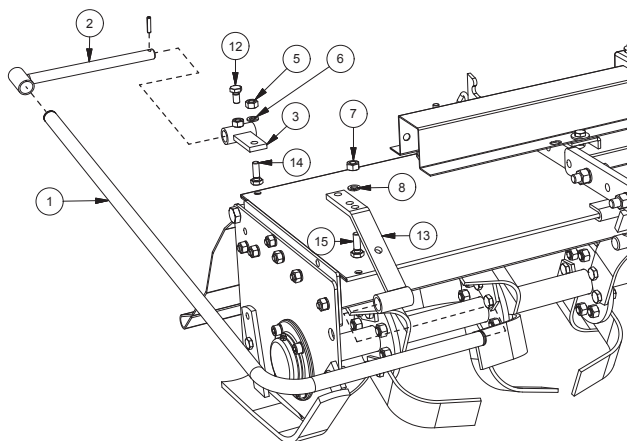

FIG. 9
1. Die hintere Halterung (3, Fig. 9) mit der Schraube (14),
- zwischen Mutter (5) und Scheibe (6) montieren.
2. Die Halterung (2) einsetzen und sie mit der Schraube (12) in Position blockieren.
3. Die längste Seite der Schutzvorrichtung (1) in die hintere Halterung (2) einsetzen und die Vorderhalterungen (13) in die Schutzvorrichtung (1) einsetzen.
4. Die Vorderhalterungen (13) mit der Schraube (15), Muttern (7) und Unterlegscheiben (8) montieren.